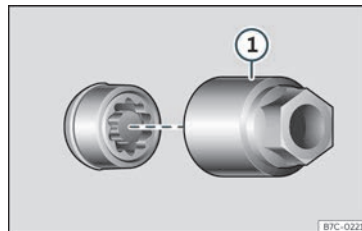

Fig. 36 Parafuso antirroubo da roda con capuchón e adaptador.
- Encaixe o adaptador especial » fig. 36 ① (ferramenta de a bordo » pág. 45) no parafuso antirroubo da roda ata o tope.